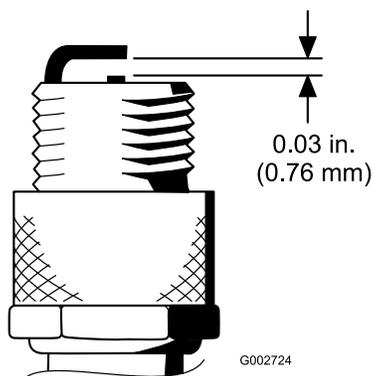

图38
- 如 图38 所示将中心电极与侧电极之间的空隙设置为 0.76mm。